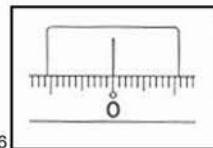

Рис.16
- 2) Наведите на точку А и вращайте лимб „9” до совмещения индекса с отсчетом 0°. (Рис.16)